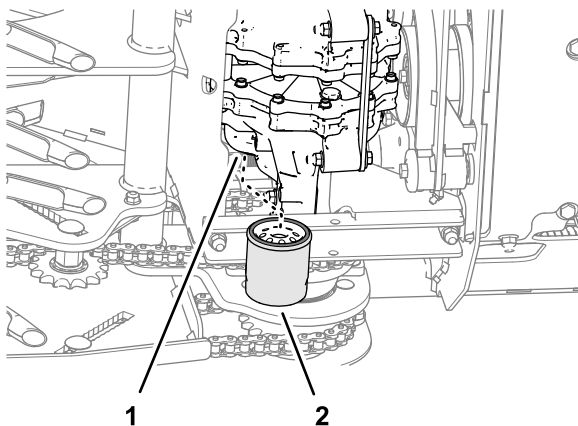

Figure 56
4. Localisez les deux filtres sous les transmissions (Figure 56).
6. Déposez les filtres et vidangez le liquide du système d'entraînement (Figure 56).
2. Vissez le filtre dans le sens horaire jusqu'à ce que le joint en caoutchouc rejoigne l'adaptateur, puis vissez-le encore de de 2/3 à 3/4 de tour (Figure 56).